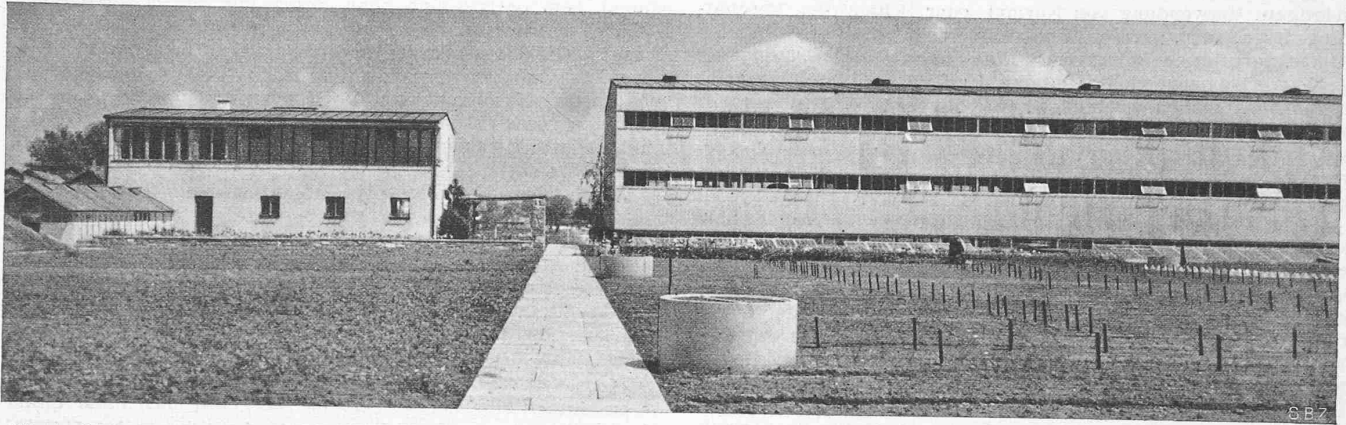

Abb. 1. Links Wohnhaus, rechts Lagerhaus (vor der Aufstockung) der Samenhandlung Vatter in Köniz (Bern). — Arch. H. BRECHEÜHLER
**Aufgabe.** Der im Jahr 1935 erstellte und in der SBZ vom 24. Okt. 1936 (Bd. 108, S. 183\*) veröffentlichte Bau (Abb. 1) musste vergrössert werden. Eine horizontale Ausdehnung der Baumasse war wegen Platzmangel und aus betrieblichen Gründen nicht möglich. So kam nur eine Aufstockung in Betracht. Das eine der zwei neuen Vollgeschosse enthält Bureaux, Kleinlager-, Sortier- und Speditionsräume, dazu Aufenthaltsraum, Küche und W. C., das andere (obere) Geschoss dient als Lager. Die im Gebäude gelagerten Sämereien mussten während des Umbaus im Gebäude gelassen und vor Nässe vollständig geschützt werden. Für den Umbau stand die kurze Zeit vom 15. Juni bis 1. Oktober 1941 zur Verfügung.